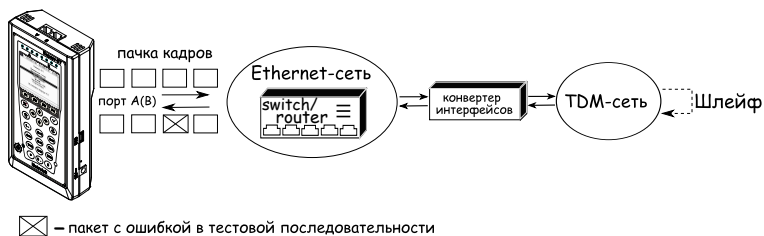

Рис. 7.87. Тестирование на канальном/сетевом уровне (вариант 1)
- На **канальном уровне** к данным добавляется Ethernet-заголовок, что позволяет передать тестовые пакеты через сеть, которая содержит устройства, работающие на втором уровне модели OSI (например, сетевой коммутатор (switch)). Способы подключения прибора к тестируемой сети показаны на рис. 7.87, 7.88, 7.89.
- На **сетевом уровне** данные помещаются в IP-пакет, а затем — в Ethernet-кадр. Это позволяет передать тестовые пакеты через сеть, которая содержит устройства, работающие на канальном и сетевом уровнях (например, сетевой коммутатор, маршрутизатор (router)). Способы подключения прибора к тестируемой сети показаны на рис. 7.87, 7.88, 7.89.
- На **транспортном уровне** формируется Ethernet-кадр, содержащий IP- и UDP-заголовок, что позволяет передать тестовую последовательность с использованием транспортных протоколов. Способы подключения прибора к тестируемой сети показаны на рис. 7.87, 7.88, 7.89.